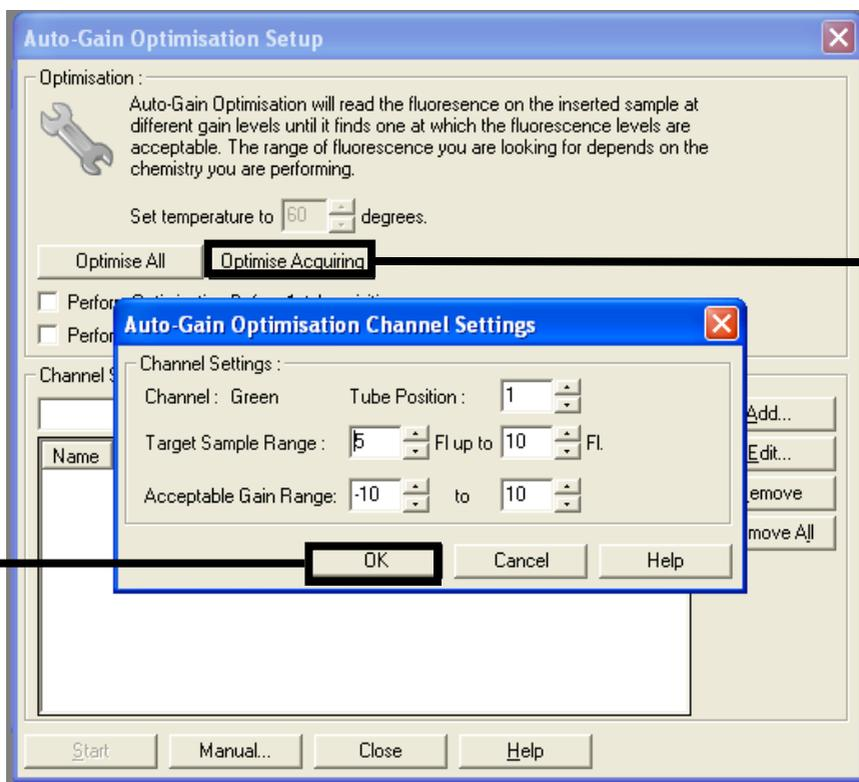

Figura 31. "Auto-gain Optimisation" (Otimização de ganho automático) para o canal verde.
13. Clique em Optimise Acquiring (Otimizar aquisição). Aparecem as definições de canal para cada canal. Clique em OK para aceitar estes valores predefinidos. (Figura 31).